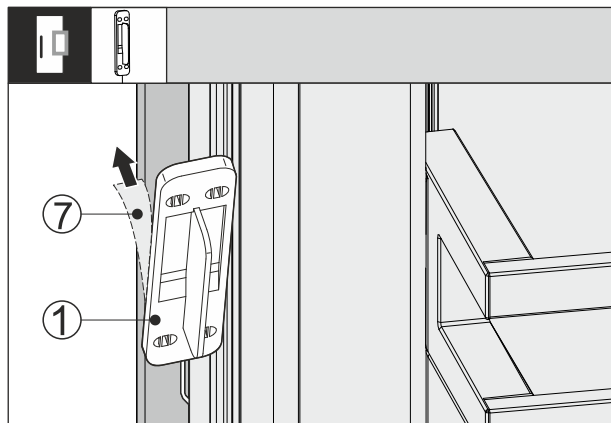

Fig. 65
- Noņemiet aizsargplēvi Fig. 65 (7) klauvējiena sensora Fig. 65 (1) aizmugurē.